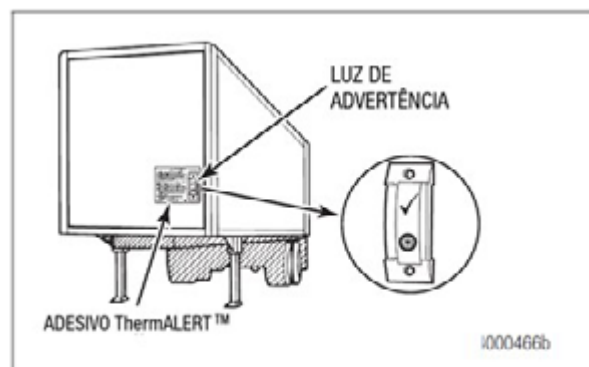

Figura 2.67
3. Monte a luz de advertência verticalmente na parte dianteira, do lado da via do reboque, a aproximadamente 76 cm (30 polegadas) da parte inferior do acoplador, e o mais próximo possível da lateral do reboque. O motorista deve ser capaz de ver a luz de advertência pelo retrovisor lateral do lado da via. Figura 2.67.